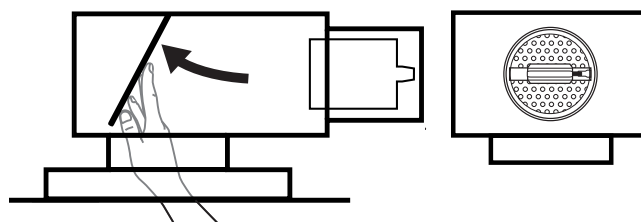

Bild 1. Fördelningsplåten fälls åt sidan vid rengöring.
- 2) Lossa fördelningsplåten genom att vrida låsmekanismen på varje sida av plåten och därefter fälla den åt sidan, bort från spjällinsatsen, se bild 1.